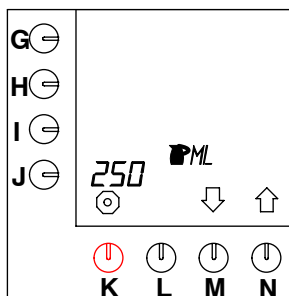

Fig. 36 Capacidad de las jarras
- Mantenga apretada la tecla de programación (N.)↑ hasta que en el display aparezca fig. 36.